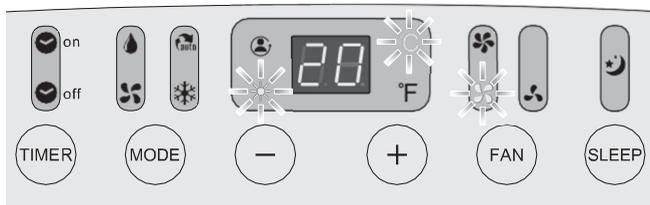

Bild 20: Exemplarische Einstellung im Heizbetrieb.
3. Drücken Sie die Taste „Betriebsart“ so oft, bis neben der LED-Anzeige die Sonne leuchtet (siehe Bild 20). Die LED-Anzeige zeigt die **Solltemperatur** an.